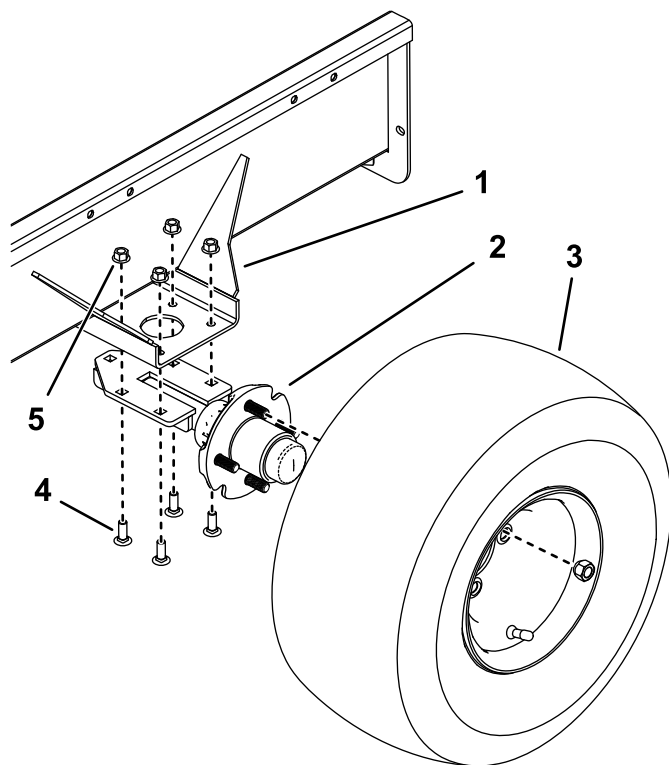

Рисунок 2
2. Используя 4 каретных болта и 4 контргайки, прикрепите ось к нижней стороне монтажного кронштейна на каждой стороне платформы прицепа. Разместите ось, каретные болты и гайки, как показано на **Рисунок 2**.
3. Прикрепите колеса в сборе к ступицам оси с помощью 4 зажимных гаек (**Рисунок 2**). Затяните гайки с моментом 108,47 Н·м. Накачайте шины до давления 34 кПа.